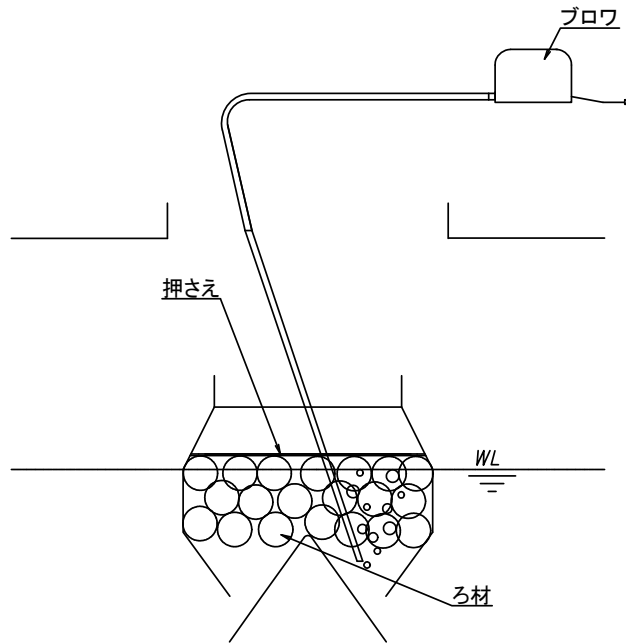

図 3-3 固液分離部の保守作業イメージ図
①棒状のもので、ろ材を全体的にかき混ぜて蓄積したSS等を落とす、もしくはφ13の塩ビパイプ、水道ホース、ブロワを用いてエアを送り、SS等を剥離させてください(図3-3参照)。